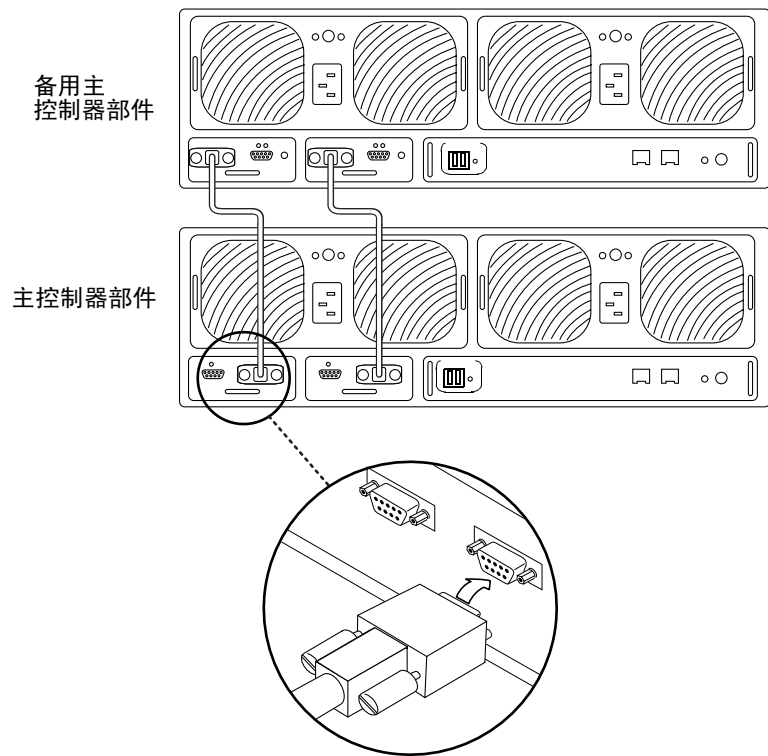

图 2-9 连接互连电缆
9. 仅适用于伙伴组：如图 2-9 所示，将互连电缆连接到互连卡。